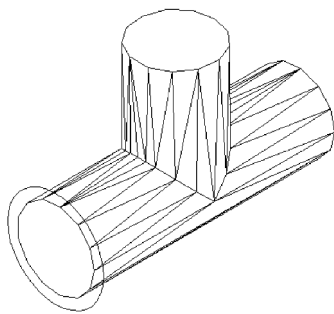

图 12-36 绘制的圆
1) 单击【常用】功能区 | 【绘图】选项板 | 【圆】按钮 ，捕捉左侧端面的圆心，在命令行中输入半径 10，按回车键，绘制出一个直径为 20 的圆，如图 12-36 所示。